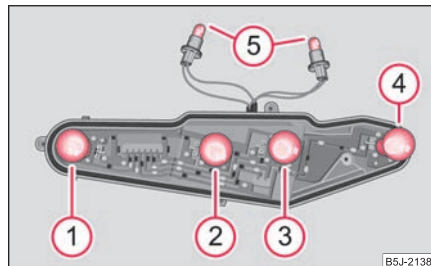

Fig. 215 Bloc optique arrière: Emplacement des ampoules
- Pour remplacer l'ampoule du feu de position, faites tourner la douille de l'ampoule ⑤ à fond vers la gauche (dans le sens de la flèche sur le boîtier) et sortez la douille du boîtier ⇒ fig. 215.
Emplacement des ampoules dans le bloc optique arrière ⇒ page 232, fig. 215.